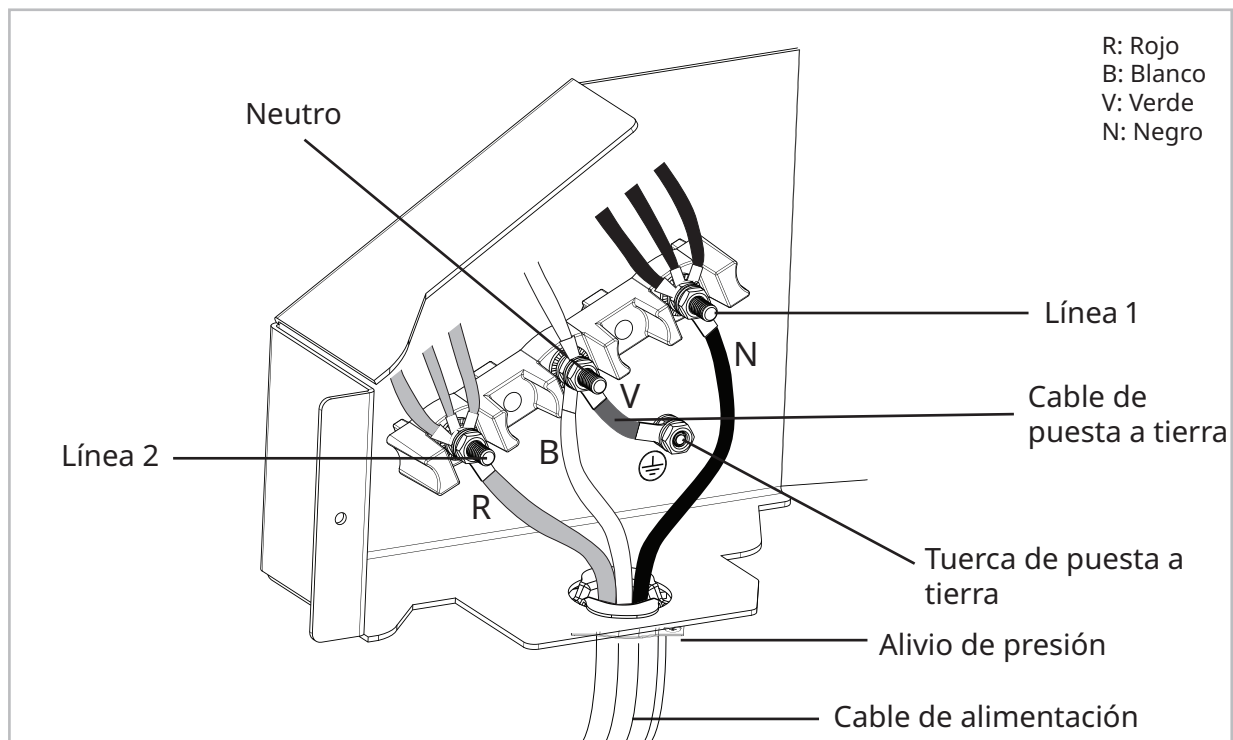
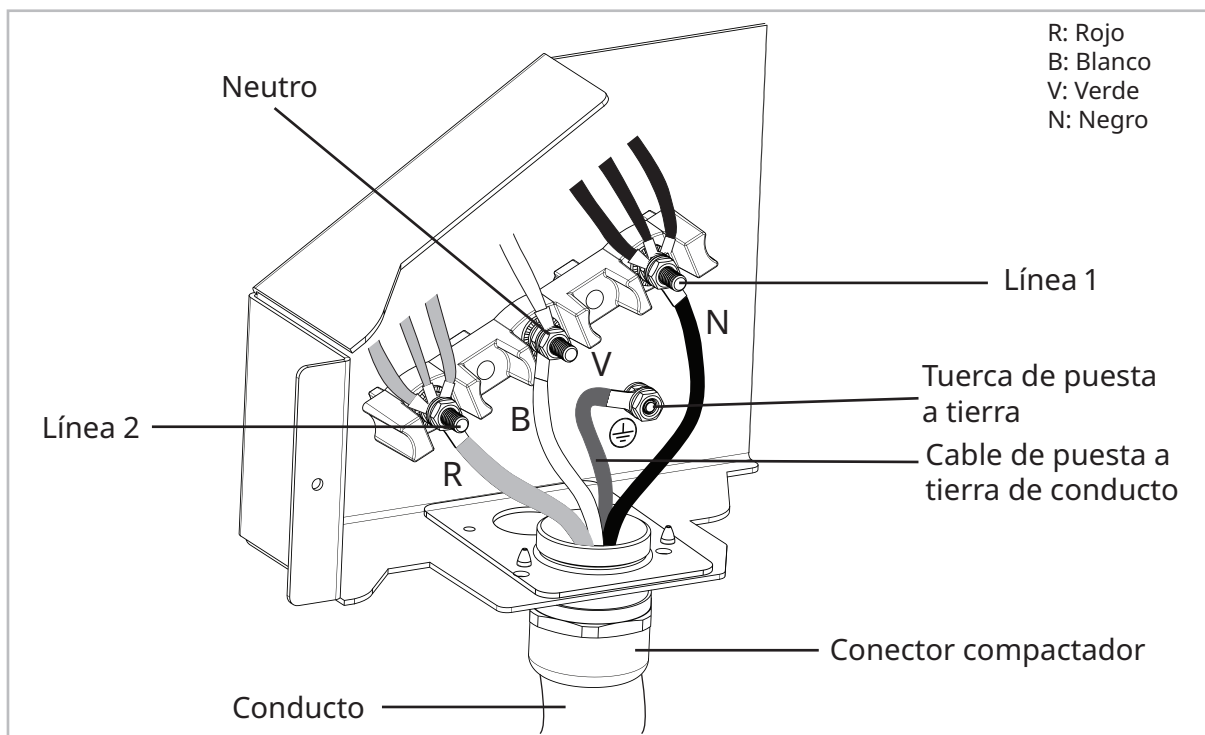

Figura 7 – Conexión de tres cables
Figura 8 - Conexión de cuatro cables
4.Consulte la Figura 7 para la conexión de la línea de alimentación de 3 cables y la Figura 8 para la conexión de 4 cables.
IMPORTANTE: El cable neutro del circuito de alimentación debe estar conectado al terminal neutro del bloque de terminales ubicado en el centro de este. Los cables de alimentación se deben conectar a los terminales izquierdo y derecho del bloque de terminales. El cable a tierra debe estar conectado al soporte de la estufa con una tuerca y arandela como se muestra aquí abajo en la Figura 8.